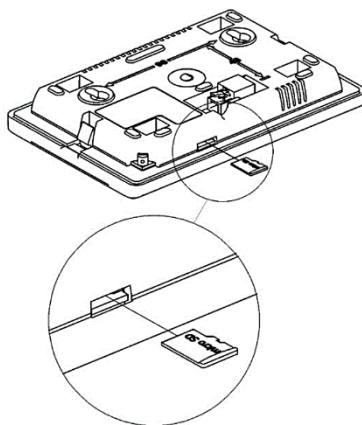

Figura 9. Inserimento della scheda microSD nella porta del pannello di controllo
- Nella parte inferiore del display si trova una porta per l'inserimento di una scheda microSD. Inserire la scheda come mostrato nella figura 9.